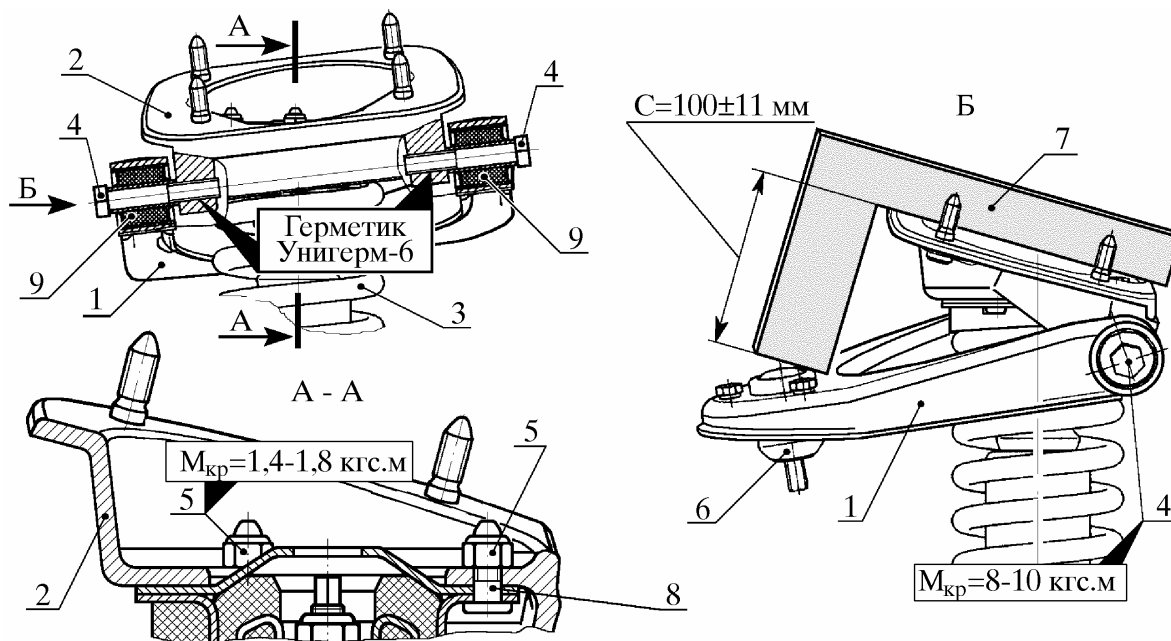

Рис. 14. Установка кронштейна и верхнего рычага в сборе на пружинную стойку левую (правую):
7.4. Установить кронштейн 2 (рис. 14) **на левую пружинную стойку 3** так, чтобы три болта 8 стойки вошли в отверстия кронштейна.